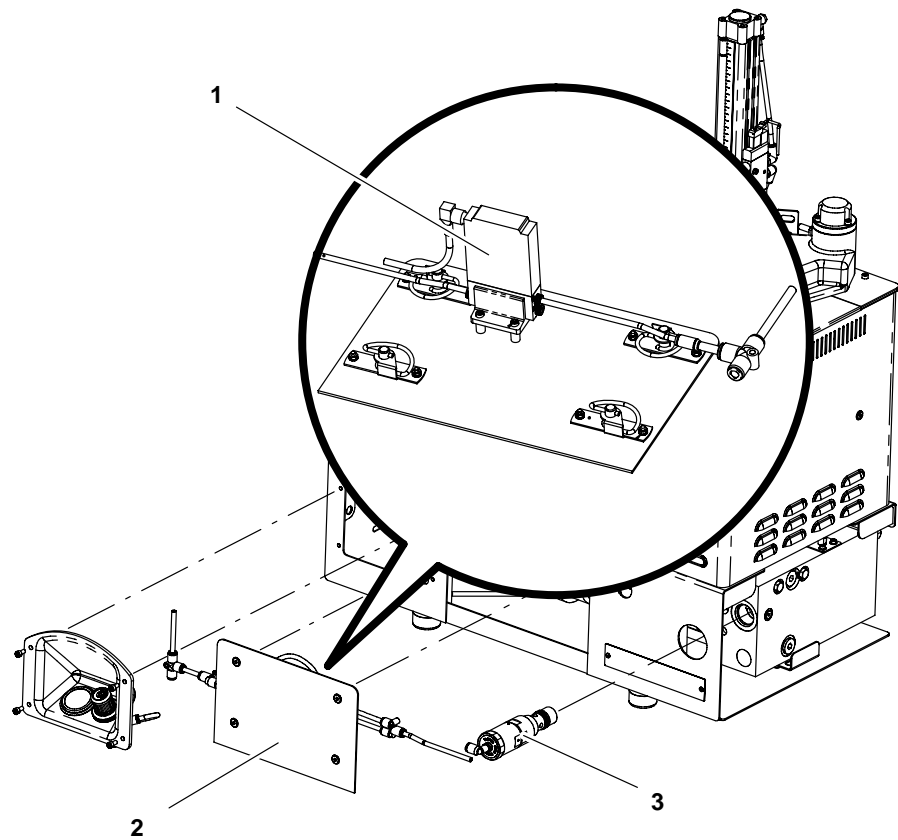

Abb. 3-8 Signal am I/P-Wandler für die Druckregeloption P anschließen
4. Falls das verwendete Schmelzgerät nur ein pneumatisches Druckregelventil besitzt (Option M), eine geregelte werkseitige Druckluftzufuhr mithilfe von flexiblen M6-Schläuchen am 6-mm-Winkelstück am DRV anschließen (s. Abb. 3-8, Position 3).
Siehe Abbildung 3-8. Ein kundenseitiges 4–20-mA-DC-Steuersignal am I/P-Wandler (1) an der Innenseite der Antriebsabdeckungsbaugruppe (2) anschließen. Tabelle 3-4 zeigt die genaue Verdrahtung.